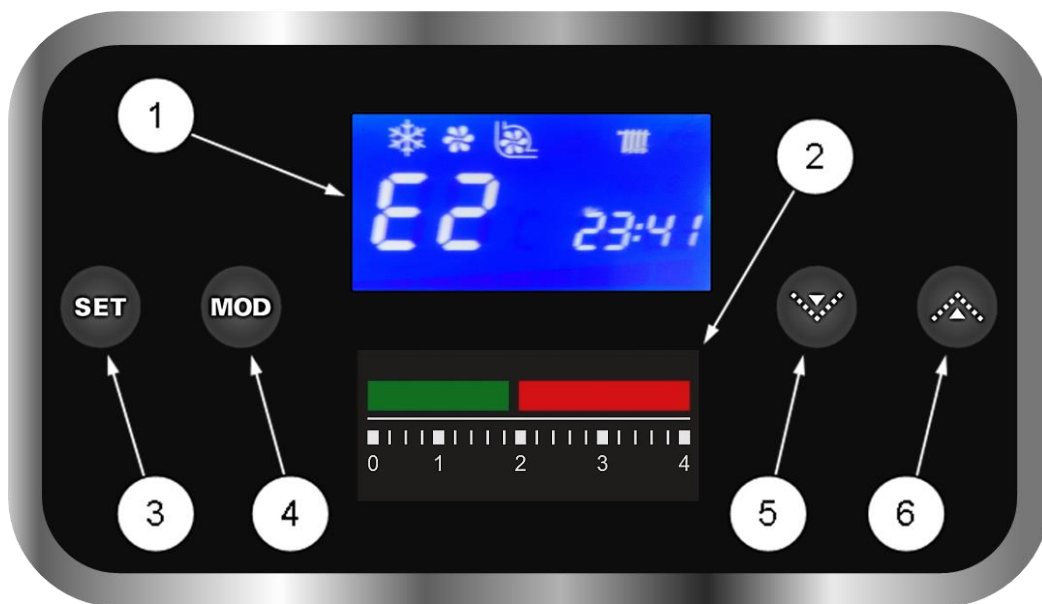

Рис. 6 Панель управления котлом
- Проверьте по манометру (См. Рис. 6) на панели управления электрочотлом давление теплоносителя (ОВ) в электрочотле и СО.